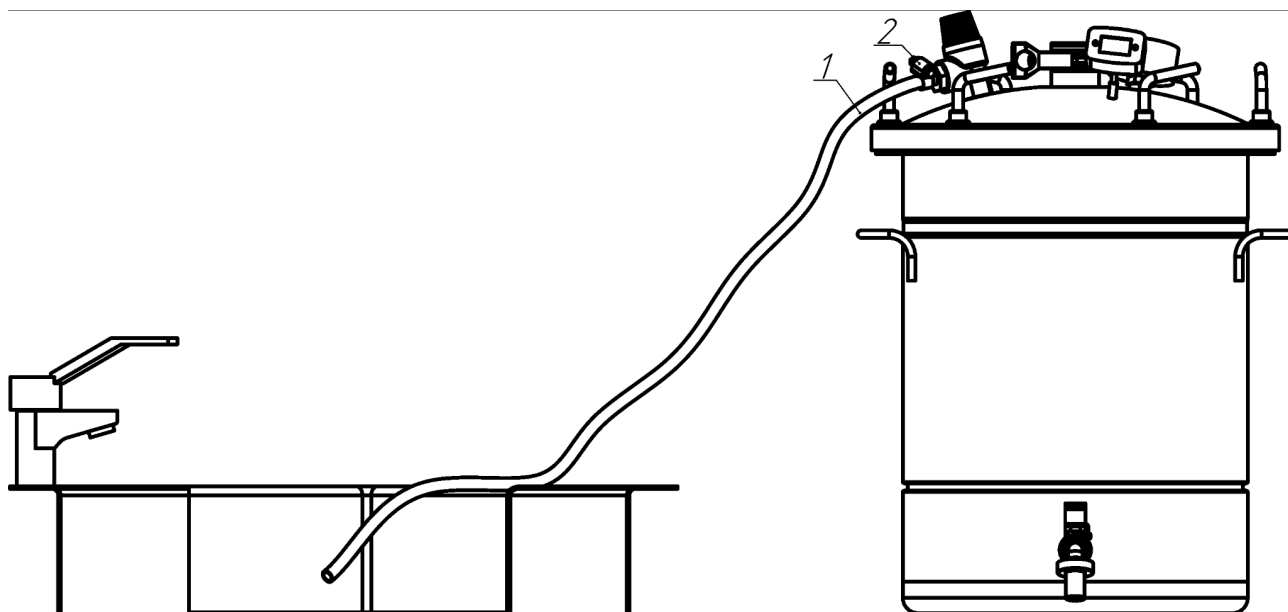

Рисунок 2 — Установка шланга для для выхода избыточного давления (горячего пара) из автоклава.
- установить в верхнюю часть бака силиконовую прокладку (6);
- накрыть автоклав крышкой (5) и плотно зафиксировать её с помощью винтов (16) (6 шт.);
- на штуцере «ёлочка» (11) клапана сброса избыточного давления (10) с помощью хомута зафиксировать шланг;
- с помощью шланга соединить штуцер (11) с термостойкой емкостью (кухонная раковина, иные металлические ёмкости, термостойкий пластик и т.п.) (Рисунок 2).